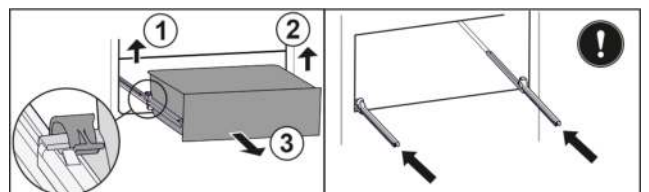

Fig. 58
- Linke Klemme anheben und gleichzeitig Schubfach links nach vorne ziehen. *Fig. 58 (1)*
- Rechte Klemme anheben und gleichzeitig Schubfach rechts nach vorne ziehen. *Fig. 58 (2)*
- ▶ Schubfach nach vorne entnehmen. *Fig. 58 (3)*